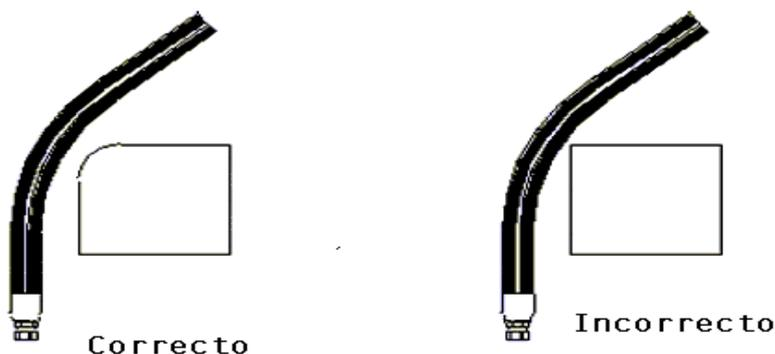

Figura 1 - Prevención de daño externo
- 5.6 Protección de la cobertura de la manguera.- La cobertura de la manguera debe ser protegida contra abrasión, erosión, enganches y cortes. Instalarlas de forma de reducir el rozamiento contra otras mangueras o contra objetos que puedan erosionarlas (ver figura 1).